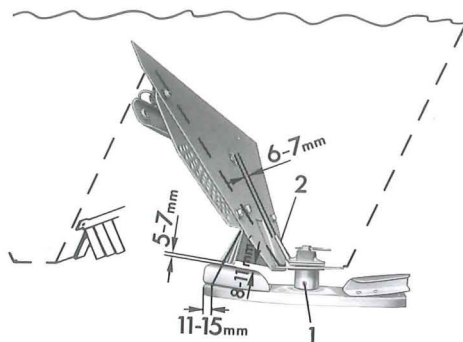

Fig. 11
3.2 Afstanden (6-7 mm, Fig. 11) mellem tragtsiderne og omrørerpinden skal kontrolleres regelmæssigt. Omrørerpindens sprids skal eventuelt bøjes. For stærkt nedslidte rørehoveder skal udskiftes.
Ved indbygning af et nyt rørehoved, skal man være yderst opmærksom på omdrejningsretningen. Rørepindene er forsynet med en særlig slidstærk pålægssvejsning, som altid skal befinde sig på forsiden (set i drejeretningen). Rørepinden skal desuden have en afstand på 6–7 mm fra tragsiden (Fig. 11/2), og rørehovedet må ikke slæbe mod trags bund. Rørehoveder og spredeskiver sikres med dobbelte spændemuffer. Rørepinden skal stå over den korte skovl henholdsvis hullet i skiveranden.
Først skal rørehovederne fjernes, som beskrevet under punkt 5.1. Drevets befæstigelsesskruer løsnes, og afskærmningspladen afmonteres. Efter at drevet er taget ud, fjernes spredeskiverne (så vidt det er muligt, med AMAZON aftrækkerværktøj) og „højre“ og „venstre“ skal markeres. Det nye drev, med påsatte spredeskiver, sættes på og skrues fast. Pålængskoblingen anbringes. Rørehovederne monteres, som beskrevet under punkt 5.1! Posens påskruningsmål kontrolleres (se Fig. 11).